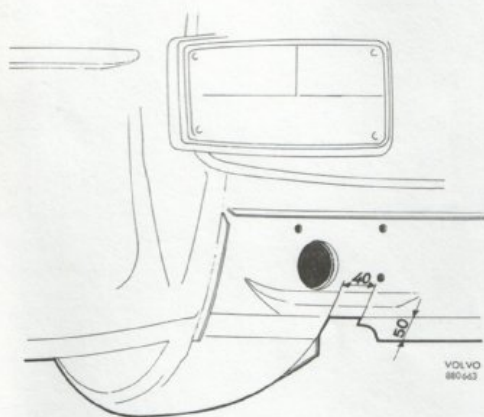

Bild 1. Upptagning i bakstycke
2. Lossa bakre upphängningen för avgasröret. Såga upp undre bakstycket på båda sidor enligt bild 1. Utgå från nederkanten och reservhjulsbalkens inre kant. Skrapa bort underredsmassan för stödjárnens kontaktytor.